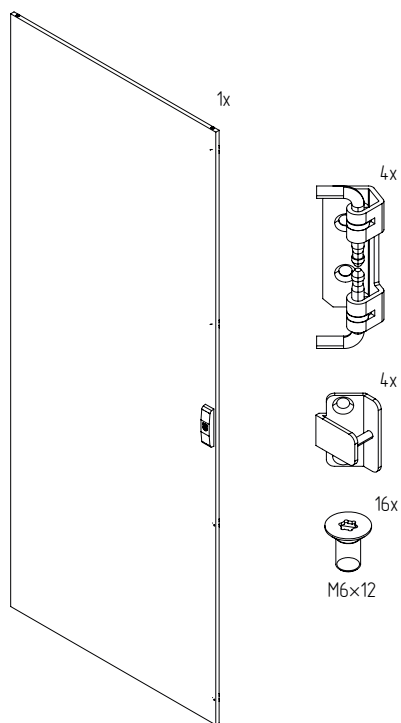

Рисунок 26
4.9.2 Проверить комплектность (рисунок 26).